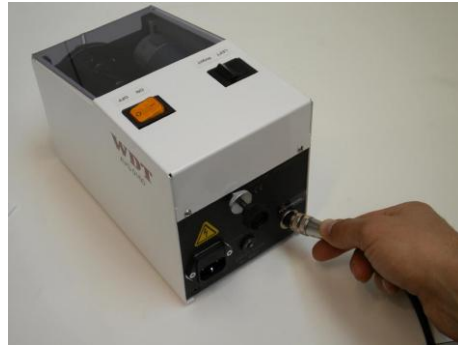

Abb. 8.01
- Stecker des Fußpedals in die DIN Buchse auf der Rückseite des Gerätes einstecken und festschrauben (Abb. 8.01)